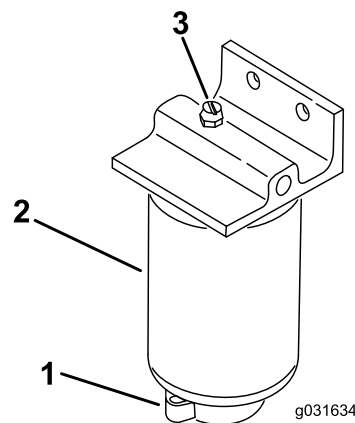

Figure 53
2. Desserrez le robinet de vidange au bas du filtre (Figure 53).
1. Nettoyez la surface de montage du filtre (Figure 53).